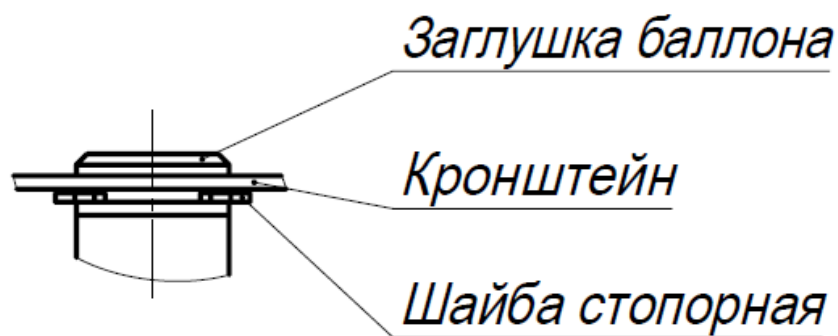

Рисунок 3 Крепление модуля в кронштейне.
2.2.4.4 Установить и закрепить модуль в кронштейне (рисунок 3).